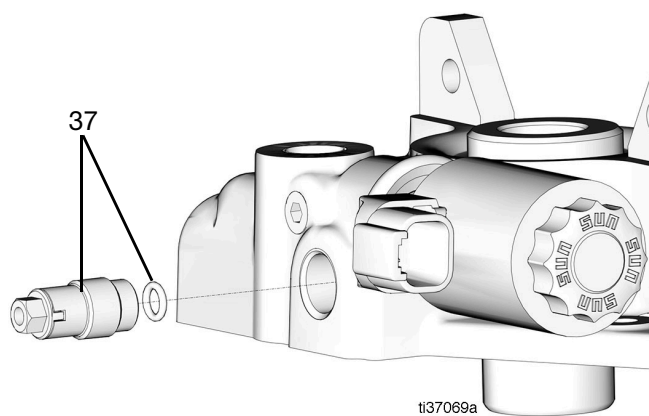

Рис. 49
35. Извлеките обратный клапан и уплотнительное кольцо (37) (Рис. 49).